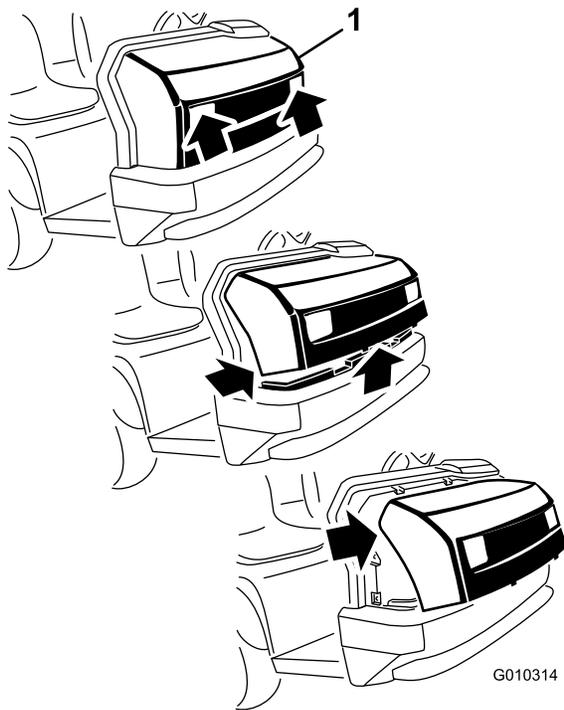

Bild 39
1. Fassen Sie die Motorhaube in den Scheinwerferöffnungen an und heben sie an, um die unteren Befestigungslaschen aus den Rahmenschlitz zu heben (Bild 39).
2. Drehen Sie die Unterseite der Motorhaube nach oben, bis Sie die oberen Befestigungslaschen aus den Rahmenschlitzern ziehen können (Bild 39).
3. Drehen Sie die Oberseite der Motorhaube nach vorne und ziehen Sie die Kabelanschlüsse von den Scheinwerfern ab (Bild 39).